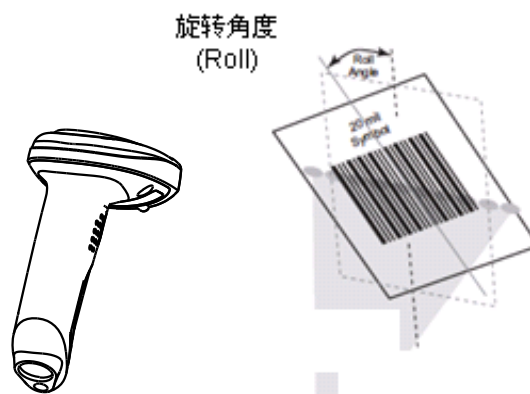

图 1-12
- ◇ 旋转角度(Roll)： $\pm 30^\circ$ ；测试条件为 0° 倾斜角及 0° 偏转角（见图 1-12）。